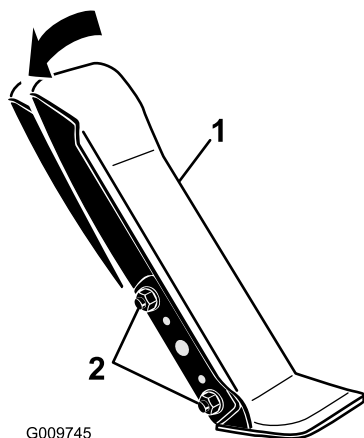

Bild 67
1. Lösen Sie die zwei Muttern und Schrauben, mit denen die linke Seite des Fahrpedals an der Halterung befestigt ist (Bild 67).
2. Drehen Sie das Pedal auf den gewünschten Winkel und ziehen Sie die Muttern fest (Bild 67).